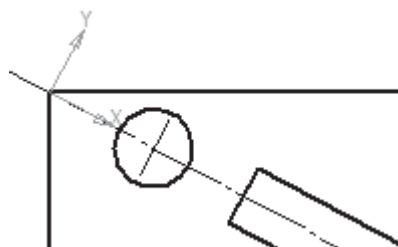

Рис. 100
3. Для удобства дальнейших построений целесообразно изменить направление оси *Y* на  $180^\circ$  (рис. 100). В панели свойств *Вид 2* значение угла увеличить на  $180$ . Активация панели свойств вида возможна после обращения к меню *Сервис* → *Параметры текущего вида*.